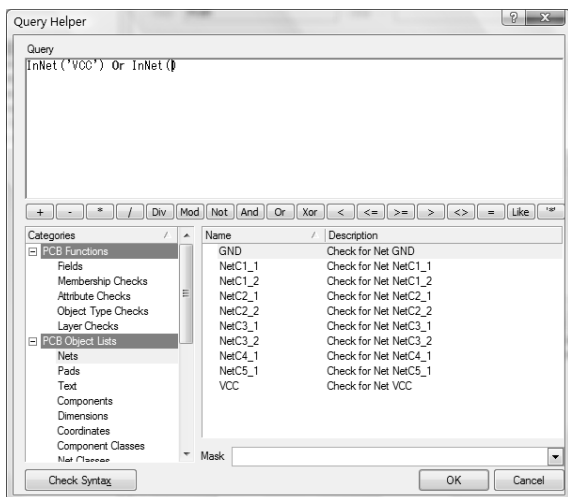
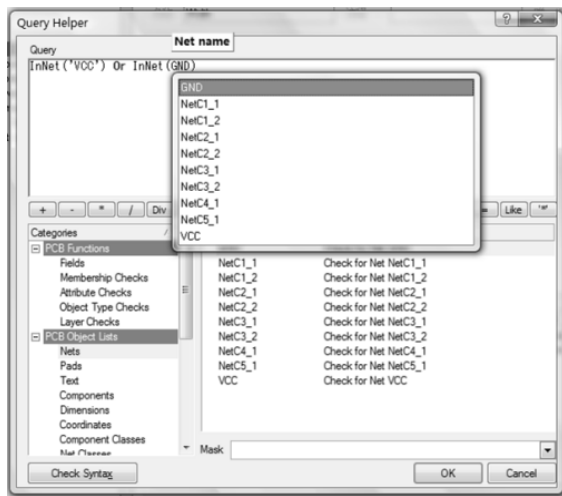

图 3.3.28 选择 GND 网络
图 3.3.29 添加 “GND” 网络
(5) 在 Query 选项区域中 InNet()的括号中单击一下,以添加 GND 网络的名称,如图 3.3.28 所示。在 PCB Objects Lists 目录下单击 Nets 项,然后从可用网络列表中双击选择 GND 选项。Query 单元变为 InNet(‘VCC’) Or InNet(‘GND’),如图 3.3.29 所示。